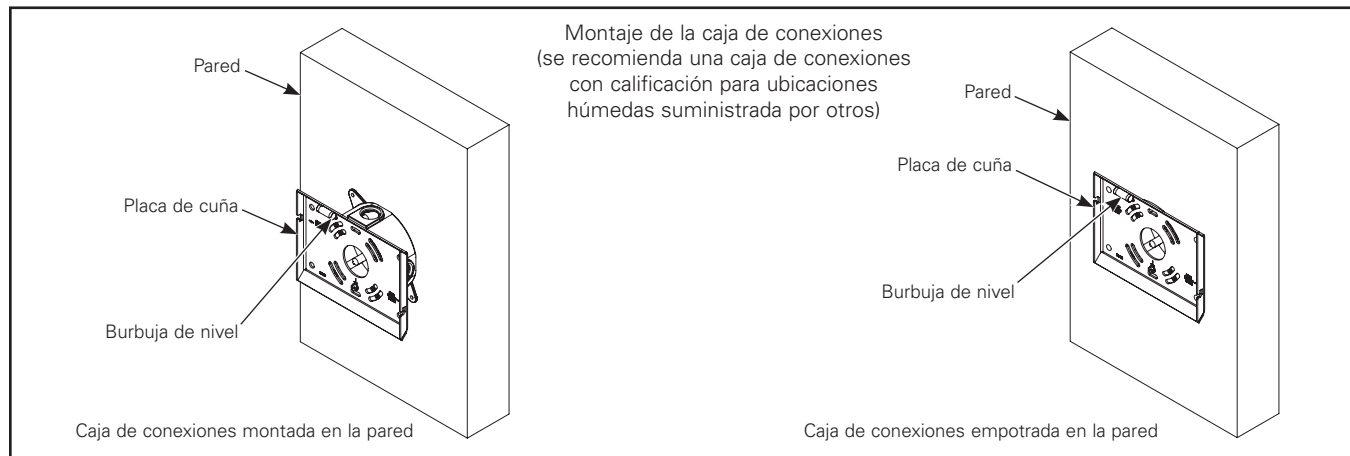

Figura 2.
2. Coloque la placa de cuña en la pared o en la caja de conexiones (Figura 2). La placa de cuña debe montarse con herramientas capaces de soportar una luminaria con peso de hasta 25 lbs.